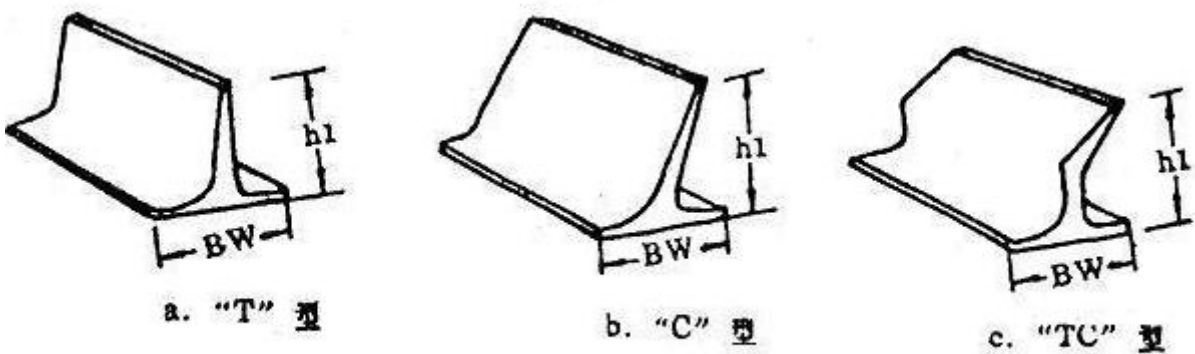

图 5
③横隔板：横隔板有“T”型、“C”型和“TC”型（如图 5），“T”型横隔板适用于输送倾角  $\beta \leq 45^\circ$  的场合，“C”型和“TC”型适用于输送倾角  $\beta \geq 45^\circ$  的场合。